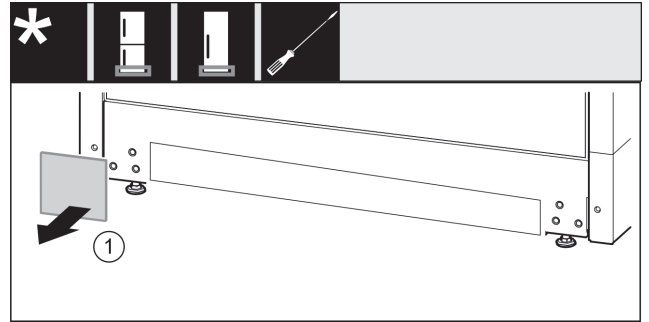

Fig. 12
- ▶ Nuimkite uždangalą. *Fig. 12 (1)*